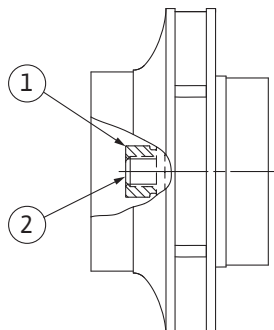

Fig. 106: Pravilan položaj navrtke radnog kola nakon instalacije
8. Čvrsto držite vratilo viljuškastim ključem (širina 22 mm) i zategnite maticu radnog kola određenim momentom zatezanja (vidi tabelu „Obrtni momenti pritezanja“ [► 29]). Navrtka (Fig. 106, poz. 1) mora biti poravnata oko $\pm 0,5$ mm sa krajem vratila (Fig. 106, poz. 2). Ukoliko to nije slučaj, olabaviti navrtku i ponoviti radne korake 4 ... 8.